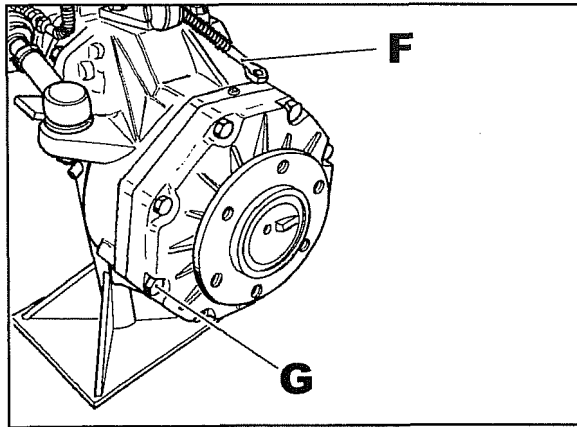

Abb. 22
- 31 Die Leitung **F** Abb. 22 abtrennen, die Öl zur Bremsmasse befördert.
- 32 Nachdem man einen Behälter zum Aufsammeln des Öls untergestellt hat, die Bremsmassen entfernen, nachdem man die Schrauben **G** Abb. 22 abdreht.